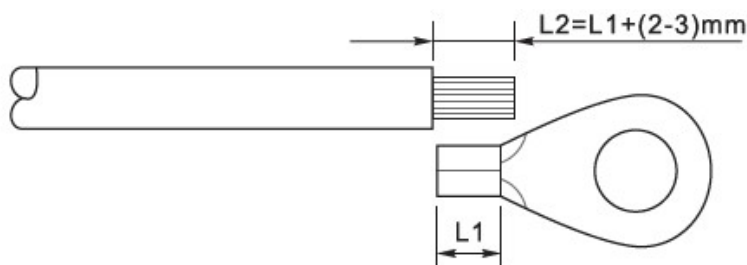

Figura 10 – Preparazione cavo di terra (1)
- 1) Rimuovere una lunghezza adeguata dello strato di isolante esterno usando uno spella cavi, come mostrato nella Figura 10.